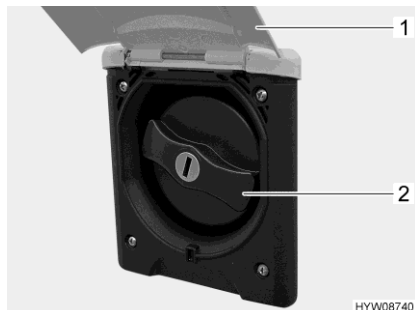

Bild 128 Lock (påfyllningsöppningen för dricksvatten)
- Fäll upp den utvändiga luckan (Bild 128,1).
- Vrid om det blå locket (Bild 128,2) en kvarts varv.